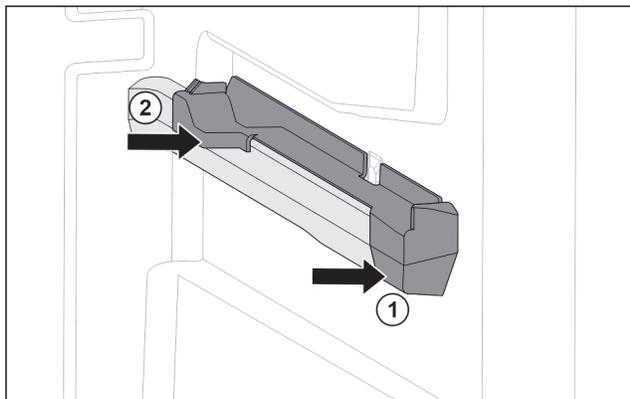

Fig. 124 Élément emboîtable sur la nervure de récipient droite
- ▶ Poser le devant de l'élément emboîtable contre la nervure de récipient. Fig. 124 (1)
- ▶ Enfoncer l'arrière de l'élément emboîtable. Fig. 124 (2)